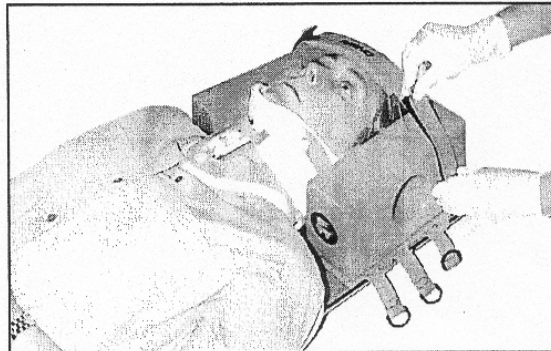

Fig. 7 Festing av pannestroppen
6. Før hver ende på panne-/kjevestroppen gjennom en "D" ring. Stram etter behov og sikre endene til festestripsene på panne-/kjevestroppene (fig. 7).